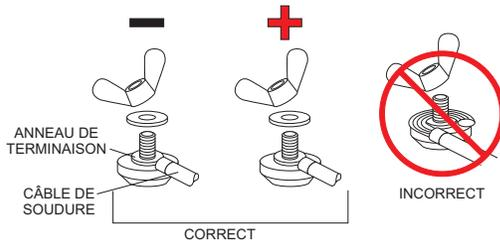

Figure 18. Bornes de sortie de la soudeuse
- TOUJOURS** attacher les connecteurs de l'anneau terminal (Figure 18) à l'extrémité du câble de soudage qui sera connectée aux bornes de sortie du poste à souder.
- NE JAMAIS** connecter des fils exposés (Figure 18) directement aux bornes de sortie du poste à souder. Un câblage exposé peut provoquer des chocs ou une rupture diélectrique en raison d'un mauvais contact.